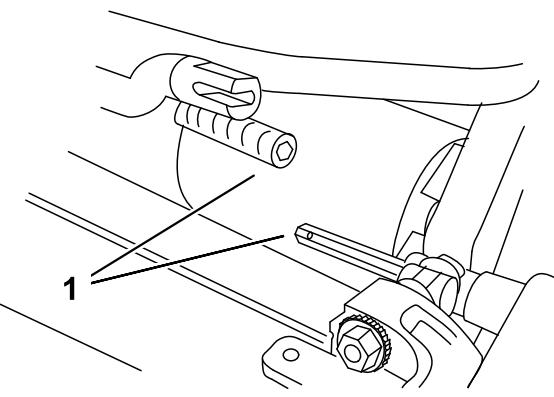

図 4
3. カッティングユニットをトラクションユニットの下に押し込み、次に左に押してトランスマッショングのカップリングに接続する（図 4）。